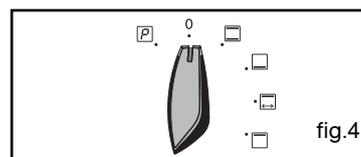

fig.4
Appuyez sur la touche "⌚" pour valider (fig.4).
Exemple : repère de température 210°C (fig.4).
- l'indicateur de durée de cuisson et 0:00 clignotent (fig. 4).
L'affichage repasse à l'heure du jour en ramenant le sélecteur de fonctions sur 0 (fig.4),